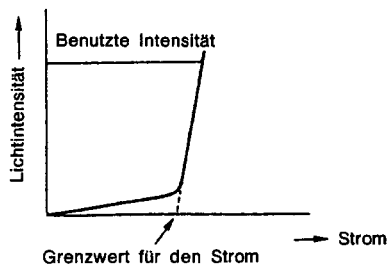

Abb. 10
#### (1) Halbleiterlaser (Abb. 10)
Wie in Abb. 10 dargestellt, erhöhen sich die Strom- und Lichtintensitäts-Eigenschaften abrupt, sobald der Grenzwert für den Strom überschritten ist.